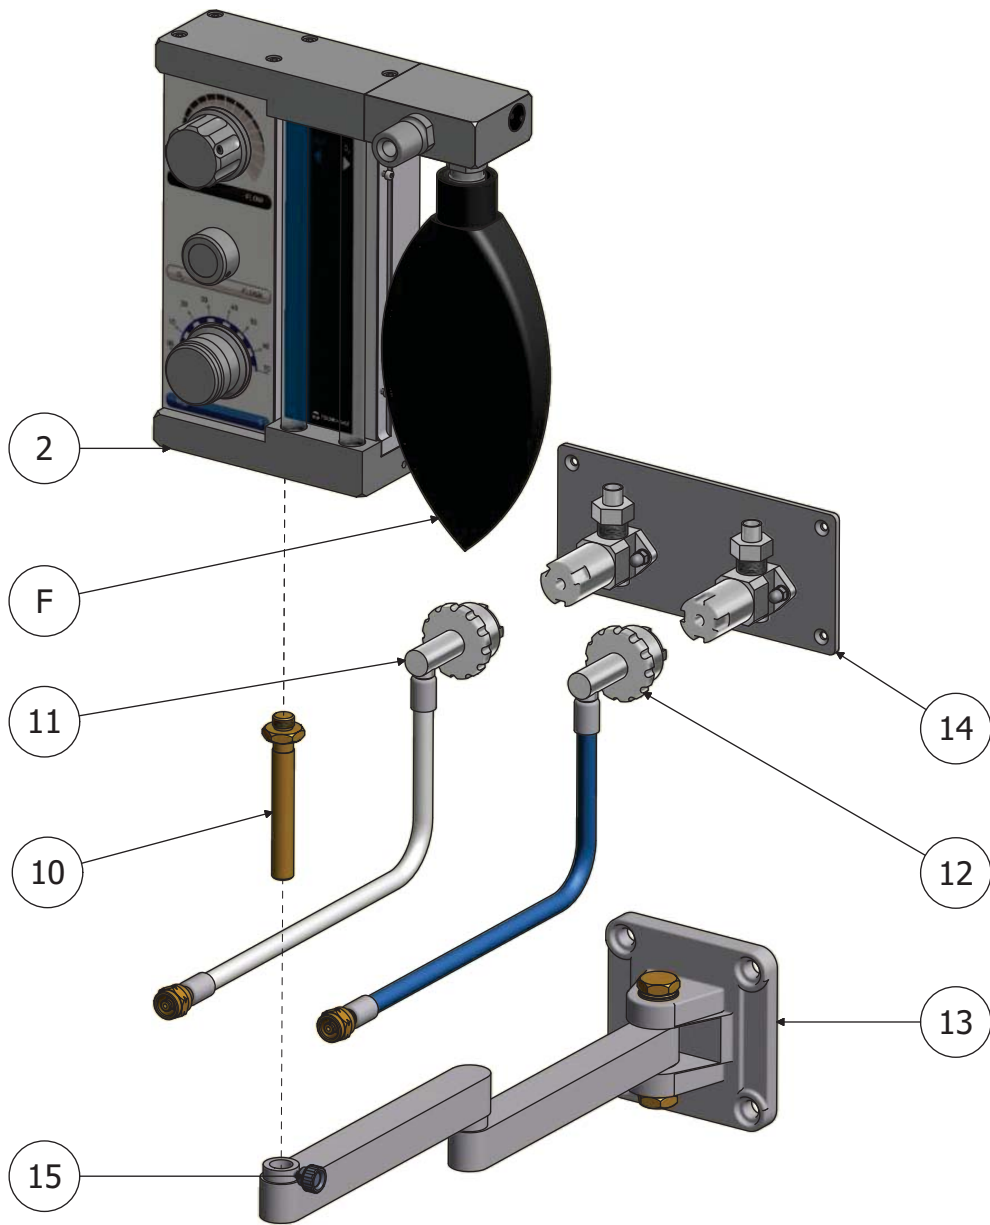

Bild 4
6.2 Installation Master Flux Wandausführung**Bild 7****(Bild 4)**